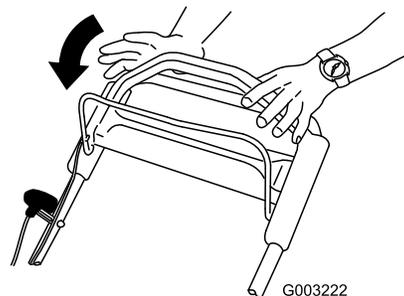

**Figura 14**
2. Tire del arrancador de retroceso (Figura 14).